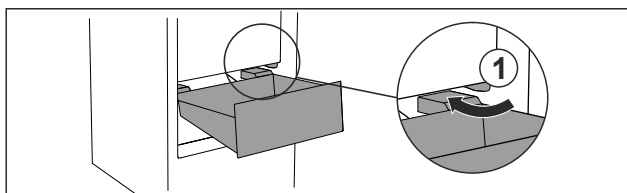

Fig. 81
- Preved'te zásuvku šikmo okolo záložok Fig. 81 (1).